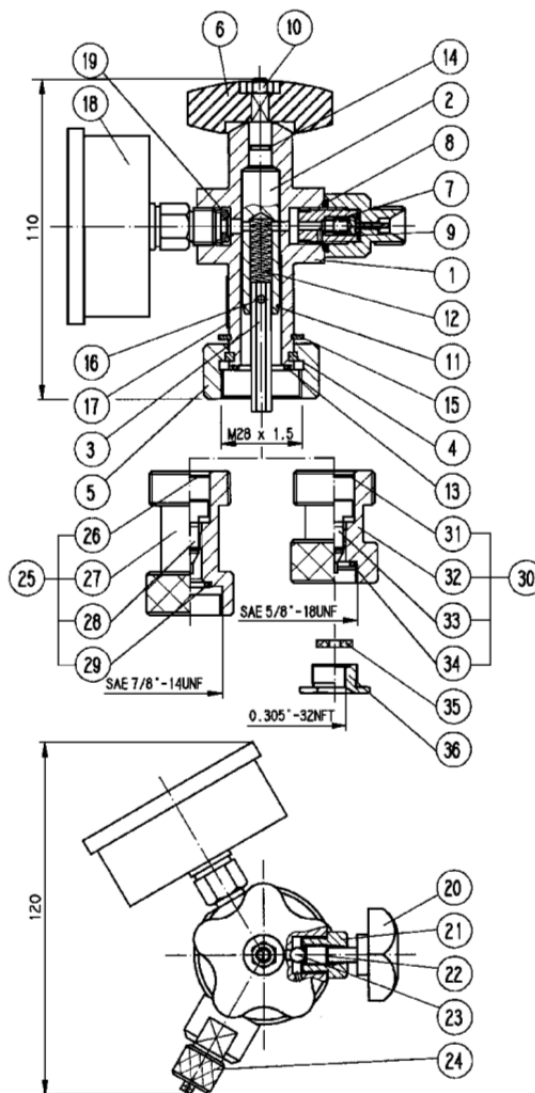

Fig. 3-2: Prüf- und Füllgerät, Typ VGU
(siehe Fig. 3-2 Seite 7)
3.2 Handhabung (siehe Fig. 3-2 Seite 7)